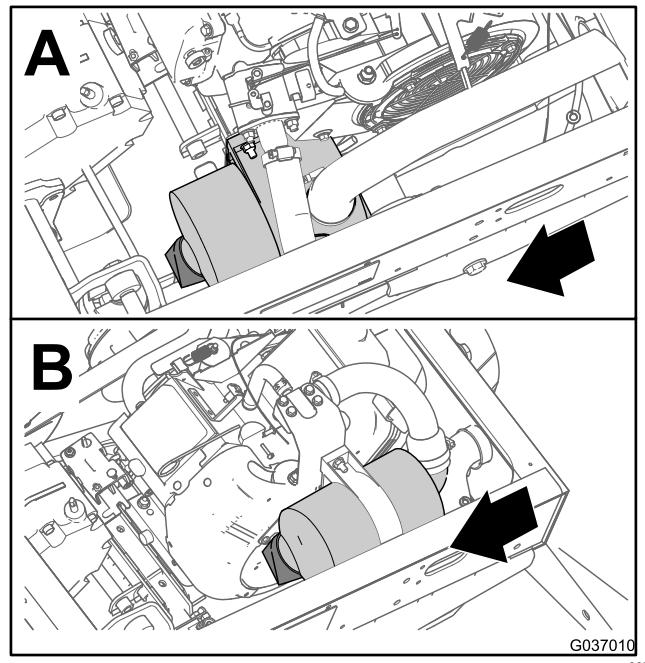
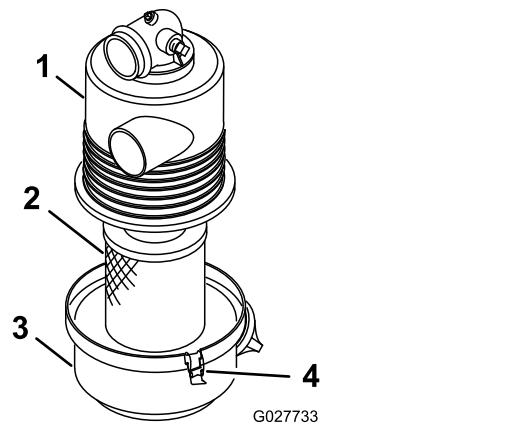

Figure 32
Figure 33
- Vérifiez si le boîtier du filtre à air présente des dommages susceptibles d'occasionner des fuites d'air (Figure 32 et Figure 33).
- Desserrez les dispositifs de verrouillage qui fixent le couvercle sur le boîtier du filtre à air (Figure 33).
- Séparez le couvercle du boîtier du filtre à air et nettoyez l'intérieur du couvercle (Figure 33).
3. Insérez l'élément filtrant dans le boîtier du filtre à air (Figure 33).
4. Alignez le couvercle du filtre à air sur le boîtier du filtre à air (Figure 33).
5. Fixez le couvercle au boîtier avec les dispositifs de verrouillage (Figure 33).